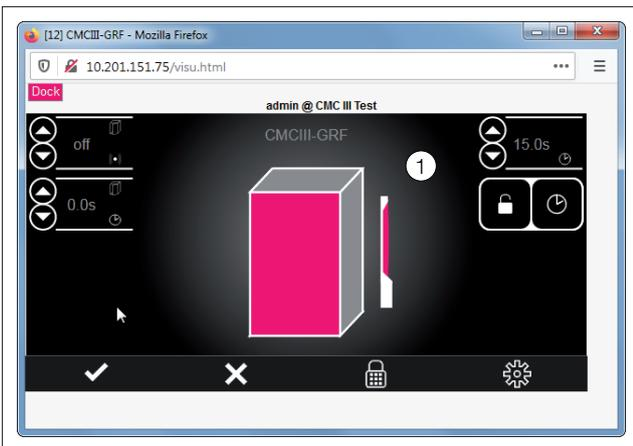

Abb. 15: Grafische Darstellung
Die Anzeige wechselt in die grafische Darstellung (Abb. 15). Hier wird der Zustand der Tür und des Griffhebels dargestellt. Des Weiteren können hier die Sensibilität des IR-Zugangssensors oder Zeiten eingestellt werden sowie kann die Tür freigegeben werden (Abb. 15, Pos. 2).
- Klicken Sie auf das in Graustufen dargestellte „Grafik“-Symbol hinter dem Eintrag „CMCIII-GRF2“ (Abb. 15, Pos. 1).